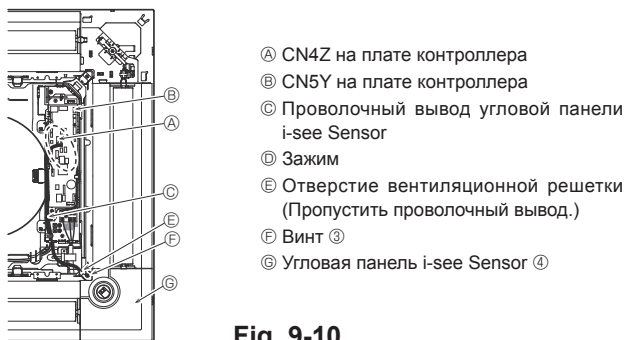

Fig. 9-10
9.4.6. Установка угловой панели i-see Sensor (Fig. 9-10)